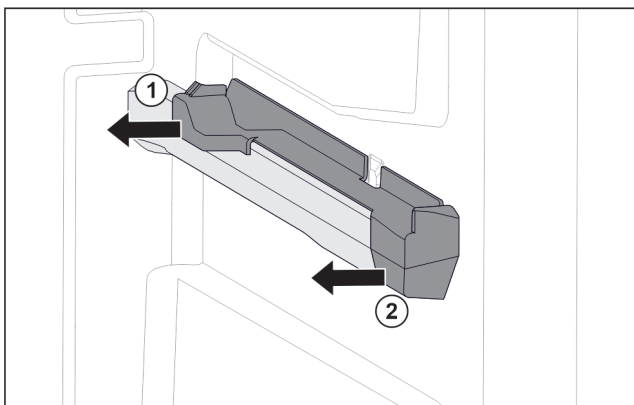

Fig. 123 Tillsats på den högra behållarens galler
- ▶ Dra bort tillsats i bak i sidled. Fig. 123 (1)
- ▶ Dra bort tillsats i fram i sidled. Fig. 123 (2)